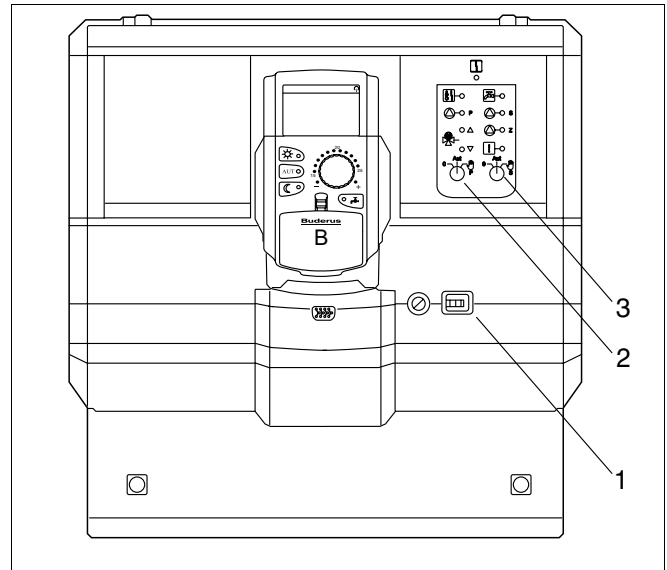

Fig. 2 Logamatic 4116
- Conectarea aparatului de reglare de la comutatorul (Fig. 2, **Poz. 1**) de funcționare.
- Circuitul primar (Fig. 2, **Poz. 2**) la comutator
- Circuit secundar (Fig. 2, **Poz. 3**) la comutator